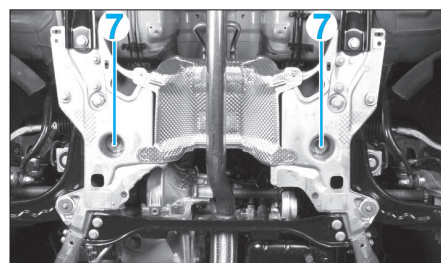

Fig. 17
- Déposer les vis de fixation (7) du boîtier de direction sur le berceau (Fig.17).